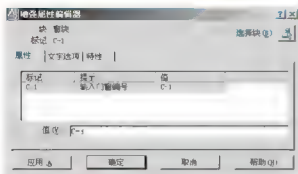

图 3.87 修改属性值
- (1) 双击刚才插入的“窗”图块, 打开【增强属性编辑器】对话框。
- (2) 在【属性】选项卡中, 将属性值由“C-1”修改为“C-3”, 如图 3.87 所示。